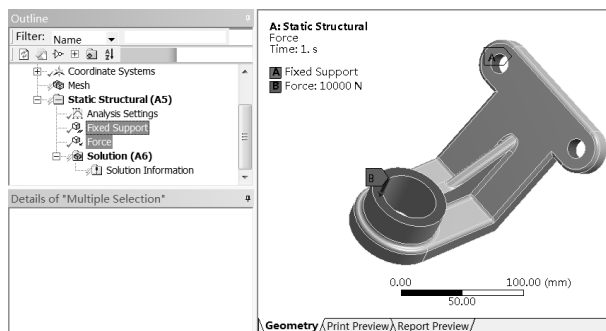

图 18-7 添加条件
Step5 :双击 A4 (Model) 进入如图 18-7 所示的有限元分析平台,设置边界条件如下。